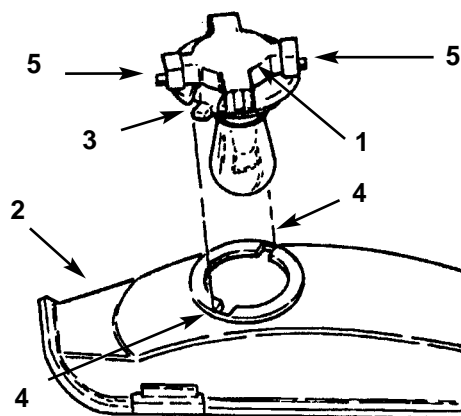

Fig. 18
3. Girate il portalamпада di 1/4 di giro in senso antiorario, e toglietelo dal riflettore (Fig. 18).
2. Il portalamпада è provvisto di due guide (Fig. 18). Allineate le alette con le guide nel riflettore, inserite il portalamпада nel riflettore e giratelo di 1/4 di giro in senso orario, fin quando non si ferma.